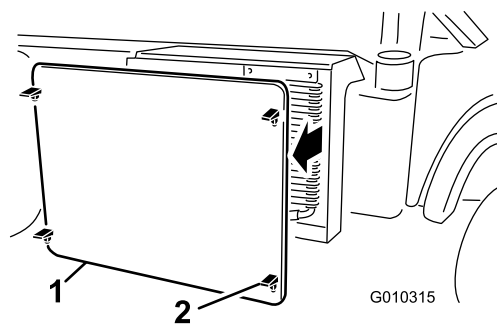

Figura 31
3. Desengate e retire o filtro do radiador da frente do radiador (Figura 31).